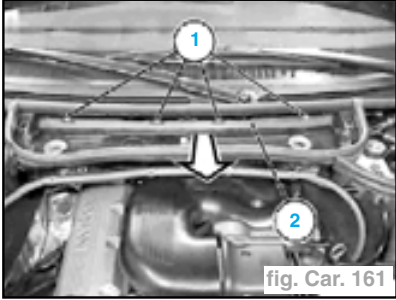

fig. Car. 161
- Retirer les vis (1) et déposer le boîtier (2) du microfiltre par l'avant. (fig. Car. 161).